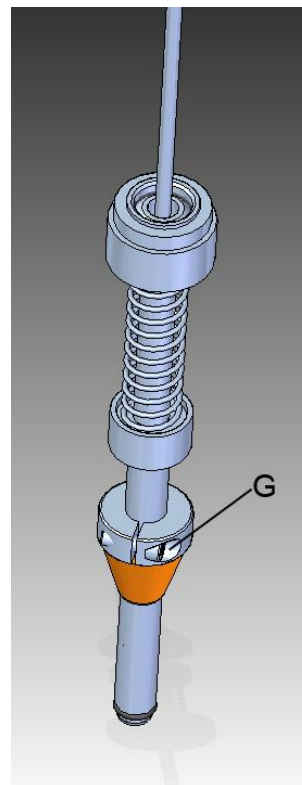

Fig.3
- 1) Allentare il grano (G) fig.3
- 1) Desserrer la vis (G) fig.3
- 1) Loosen the screw (G) fig.3